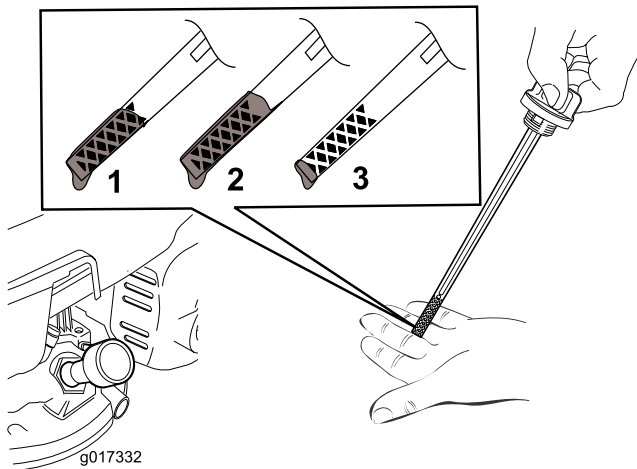

図 6
2. ディップスティックを外す 図 6。
注 ディップスティックで量を確認しながら 図 6 に示される適正量までオイルを入れる。オイルを入れすぎてしまった場合には、エンジンオイルの交換 \(ページ 15\)の項に従って余分なオイルを抜き取ってください。